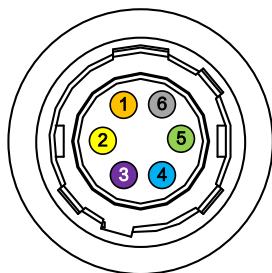

图4-4 6-pin 接口
6-pin P7 接口适用于 C 口相机，对应的管脚信号定义如图 4-4、表 4-2 所示。
- 图 4-4 与表 4-2 中所示的线芯仅为本公司销售的线缆线序以及对应的线芯颜色，若线缆不是从本公司购买，请以实际线序以及对应线芯颜色为准。